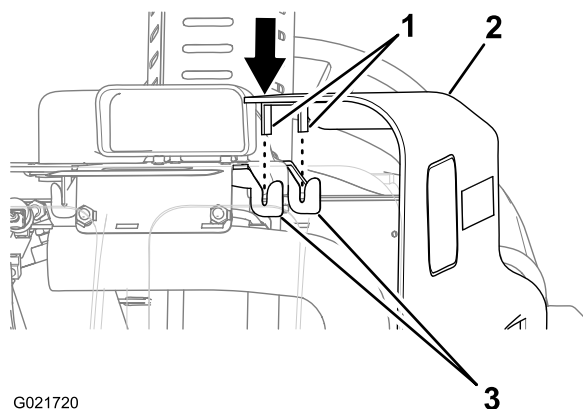

Рисунок 38
- Совместите выступы в верхней части боковой панели с приемными кронштейнами на машине (Рисунок 38).